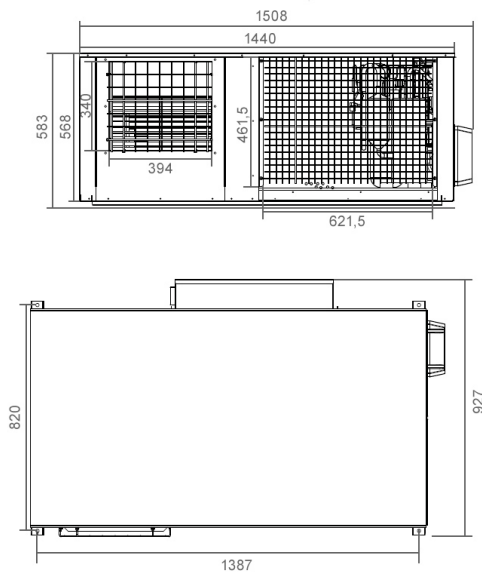

Fig. 3-1 Dimensión de la unidad de aire acondicionado
- 1) La Fig.3-1 es aplicable para modelos de GIA-CEN-10KOMP, GIA-CEN-14KOMP, GIA-CEN-16KOMP